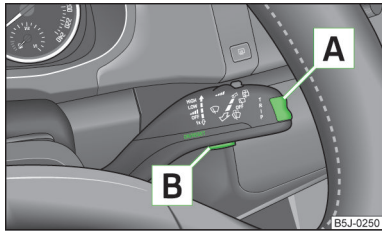

Fig. 22
Comutarea între cele două memorii se face de la tasta [B] » fig. 22 la pagina 30 din maneta de acționare a ștergătoarelor.
Tasta basculantă pentru selectarea opțiunilor de meniu **A** » fig. 22, precum și tasta de operare **B** se află în maneta ștergătoarelor de parbriz.
» Apăsați scurt pe tasta basculantă **A** » fig. 22, în partea de sus sau în partea de jos. Astfel se deschid consecutiv opțiunile de meniu individuale ale afișajului multifuncțional.
» Apăsați repetat tasta **B** » fig. 22.
» Apăsați mai lung tasta **B** » fig. 22.
- ▶ Cu tasta  » fig. 22 la pagina 30 selectați opțiunea de meniu **Warning at** (avertizare la) (afișajul MAXI DOT, respectiv  (afișaj segment).
- ▶ Cu tasta **[A]** » fig. 22 la pagina 30 selectați opțiunea de meniu **Warning at** (avertizare la) (afișajul MAXI DOT, respectiv ⊖ (afișaj segment).